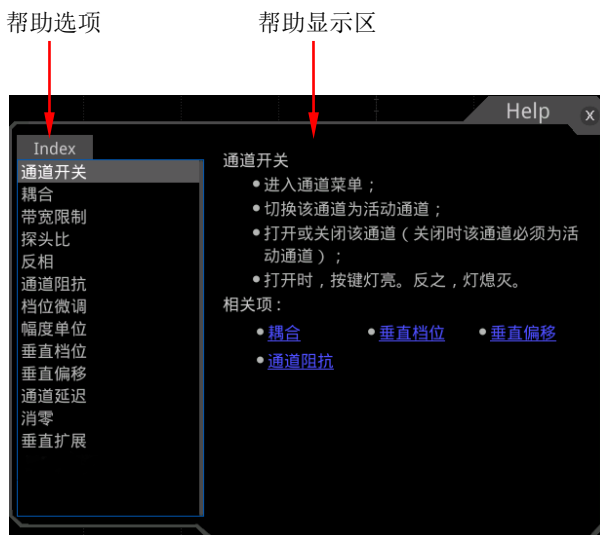

图 1-20 帮助信息
2. 按前面板的 **查看帮助** 键，屏幕弹出帮助界面，如图 1-20 所示。帮助界面主要分两部分，左边为“帮助选项”，右边为“帮助显示区”。